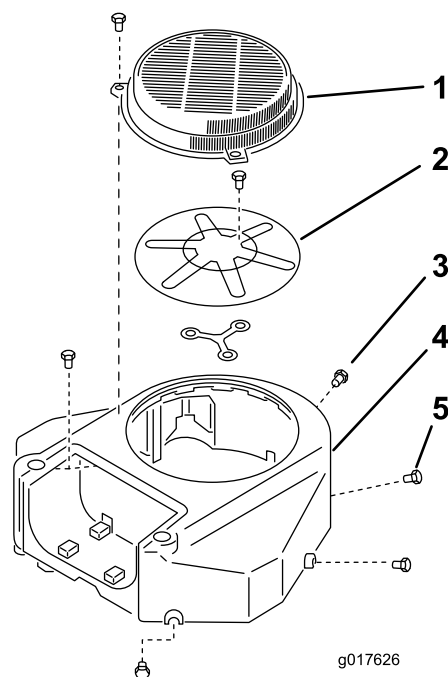

Figure 59
3. Enlevez la grille d'entrée d'air et le carter du ventilateur (Figure 59).
5. Reposez la grille d'entrée d'air et le carter du ventilateur (Figure 59).